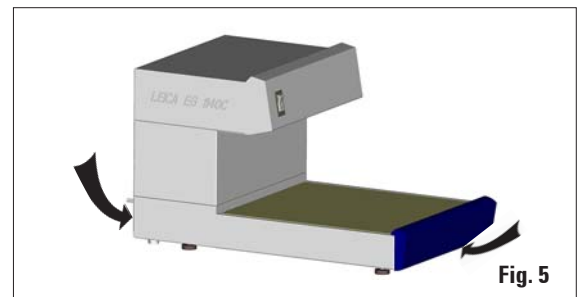

Fig. 5
För att lyfta upp anordningen ska du ta tag i basplattans framplatta och i baksidan av kåpens basplatta (se pilar i fig. 5), lyft upp den ur den formade kudden (4) och placera den på ett stabilt laboratoriebord.